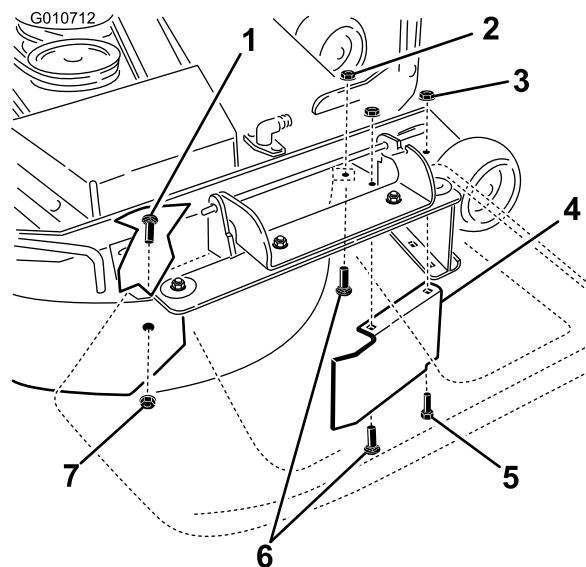

Figura 34
9. Remova o parafuso de carroçaria (5/16 pol. x ¾ pol.) e porca de bloqueio (5/16 pol.) na parede lateral da plataforma do cortador que prende o abafador à plataforma (Figura 34).
10. Localize o resguardo do abafador na extremidade frontal da abertura de descarga lateral. Remova as fixações que prendem o resguardo do abafador e abafador direito à plataforma do cortador como se mostra na Figura 34. Remova o resguardo do abafador e guarde todas as fixações.
13. Instale as fixações previamente removidas nos furos frontais na placa de descarga e furo frontal na plataforma (Figura 34).